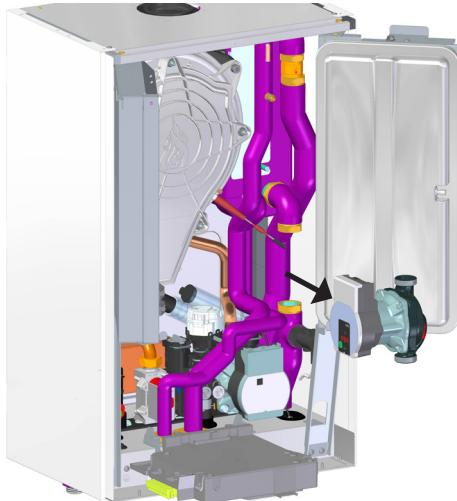

fig. 50 - Sostituzione/manutenzione circolatore della pompa di calore
- Svitare i bocchettoni e togliere il circolatore (fig. 50.)